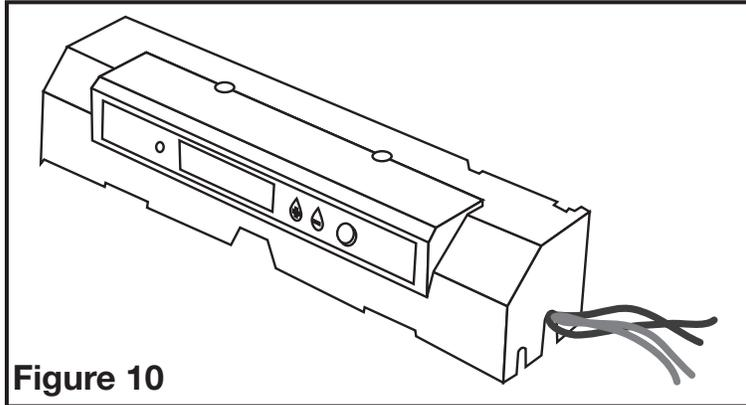

Figure 10
4. Changez la direction des deux fils rouges existants du côté droit de la console supérieure d'humidistat numérique, de façon à ce qu'ils puissent sortir en haut de la console, à partir du côté gauche, du même côté que les deux fils noirs (**Figure 10**).